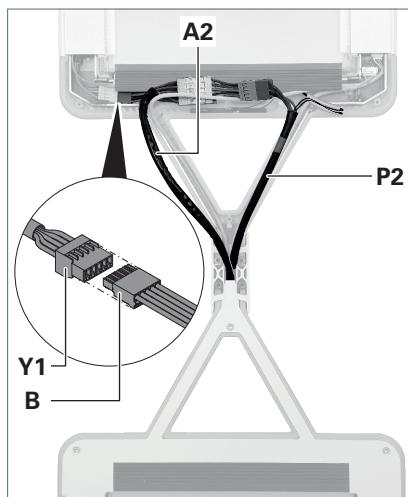

Fig. 16: Versorgungsleitung anschließen.
- ▶ Nehmen Sie im Leuchtenkopf 1 die Stiftleiste **Y1** aus dem Fach unter dem Kühlkörper heraus, siehe Fig. 16.